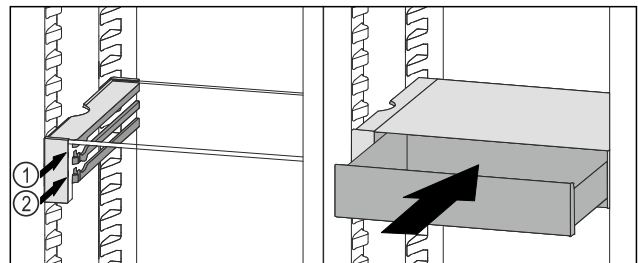

Fig. 136
- ▶ Установите выдвижной ящик VarioSafe за стопоры на требуемый выступ Fig. 136 (1) или Fig. 136 (2).